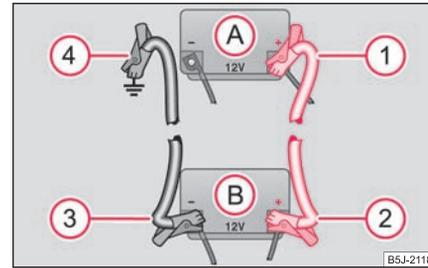

Abb. 195 Starthilfe mit der Batterie eines anderen Fahrzeugs: A - entladene Fahrzeugbatterie, B - stromgebende Batterie
- Befestigen Sie ein Ende **1** am Pluspol ⇒ Abb. 195 der entladenen Batterie **A**.